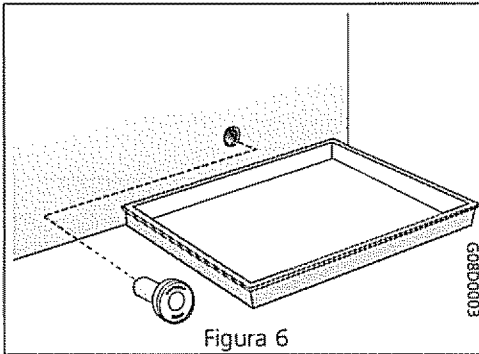
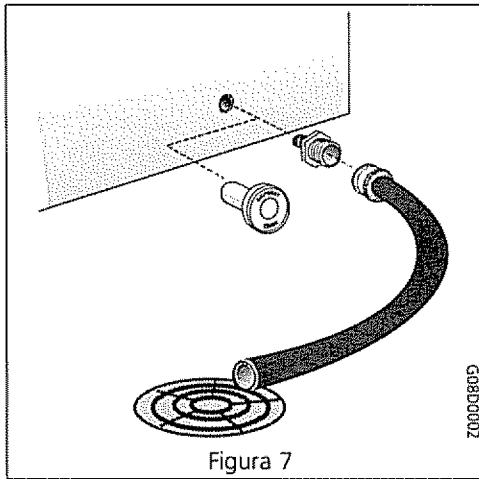
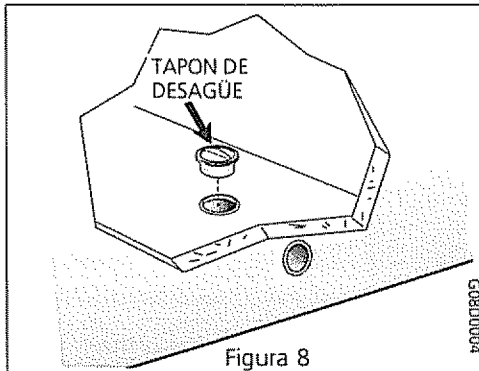

Figura 6
Figura 7
Figura 8
- En los modelos horizontales equipados con desagüe de descongelación coloque una bandeja o la bandeja divisora/de desagüe (suministrada con algunos modelos) debajo de la salida del desagüe (Figura 6). Un adaptador de manguera de jardín de media pulgada puede ser usado para desaguar el congelador directamente al desagüe del piso (Figura 7). Si su modelo no está equipado con un adaptador, usted puede comprar uno en una ferretería local. Saque la tapa que se encuentra dentro del congelador y saque el tapón exterior de desagüe de congelación (Figura 8). El agua de la descongelación escurrirá hacia afuera. Revise ocasionalmente la bandeja para que el agua no rebese. Vuelva a colocar el tapón de desagüe exterior y la tapa interior del congelador cuando se haya completado la descongelación.